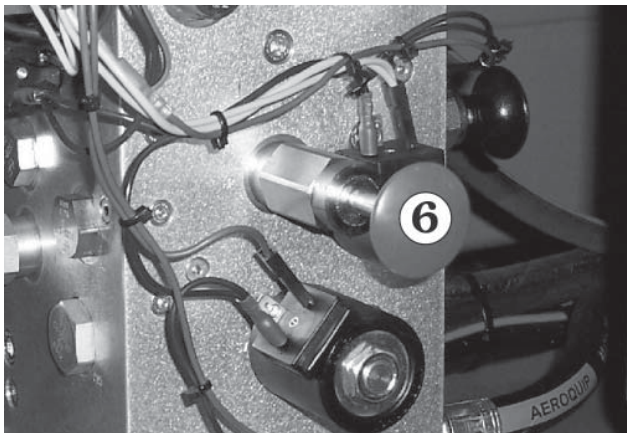

Abb. 9.10
4. Um die Bremsen zu lösen, die Handpumpe ⑥ 5 bis 10 Mal betätigen (siehe Abb. 9.10). Die Bremsen werden danach gelöst sein und die SR kann geschoben oder gezogen werden.